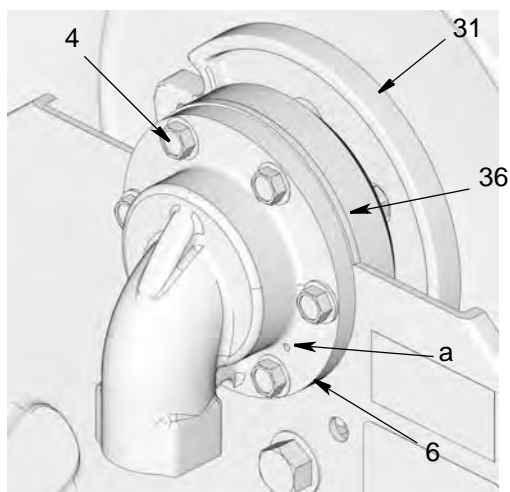

Рис. 20
- Впускной патрубок (6) оснащен дренажным отверстием (а) (Рис. 20) для индикации отказавшего уплотнения.
2. Снимите шесть болтов (4) (Рис. 20).